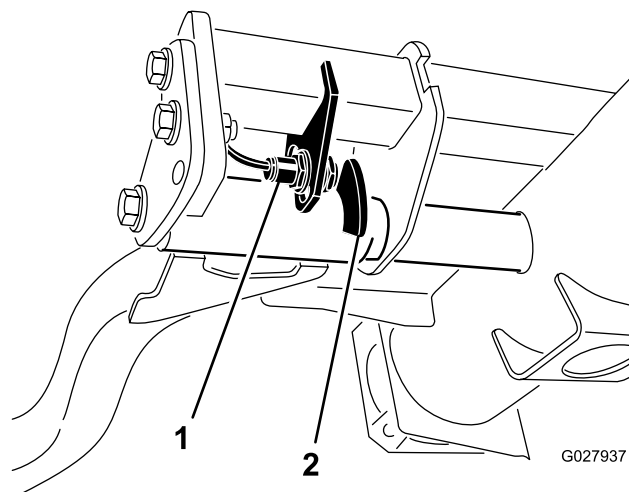

Figura 54
2. L'interruttore del braccio di sollevamento è situato sotto il serbatoio idraulico, dietro il braccio di sollevamento anteriore destro (Figura 54).
3. Allentate le viti di attacco dell'interruttore e abbassate l'interruttore per aumentare l'altezza d'inversione del braccio di sollevamento o alzate l'interruttore per ridurla (Figura 54).